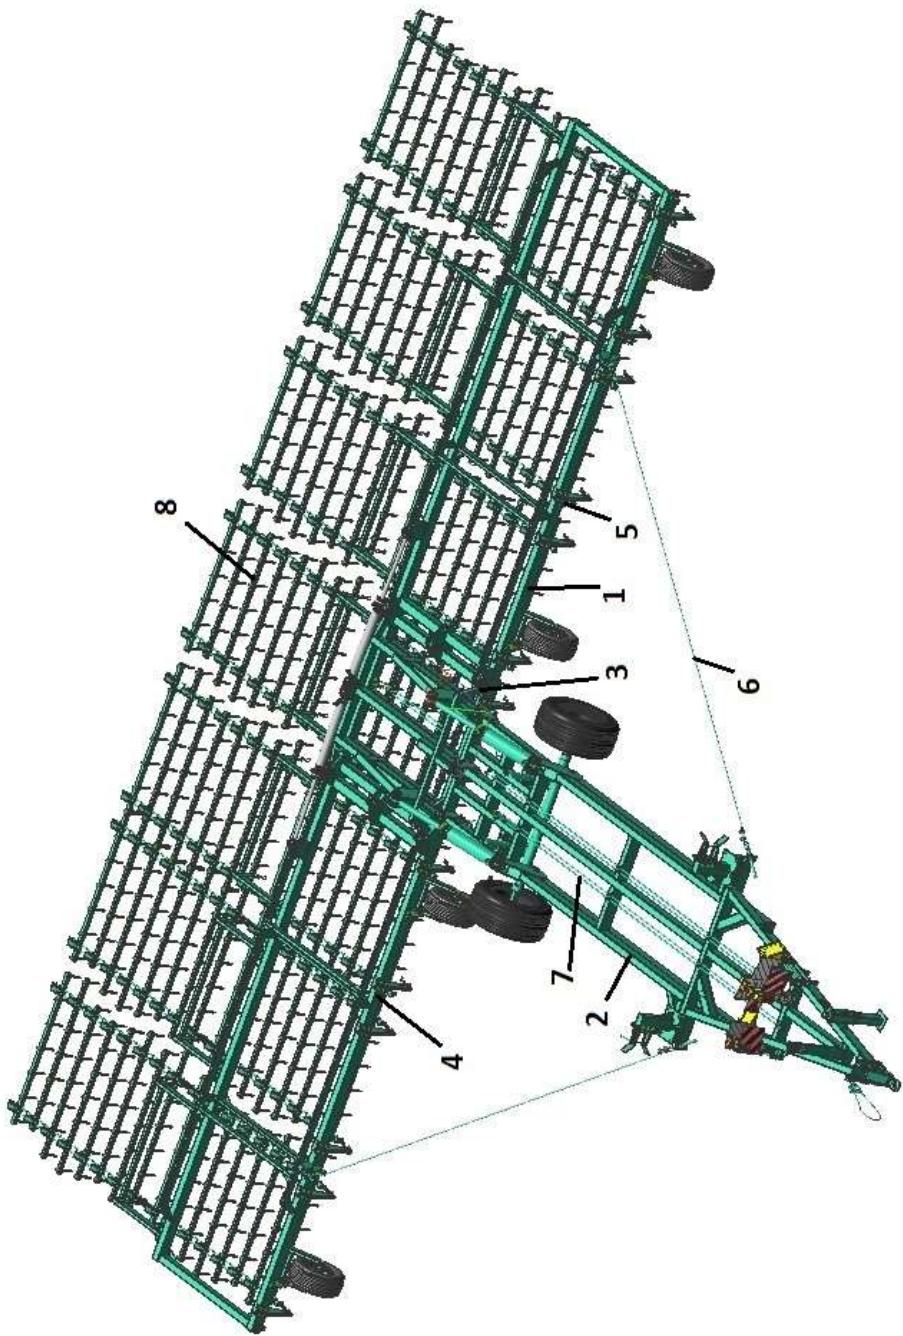

Рисунок 1 – Общий вид бороны в рабочем положении
3.1 Борона БЗШ (рис. 1) представляет собой полуприцепную машину, состоящую из: рабочей части 1, транспортной тележки 2, растяжек крыльев 6, гидросистемы 7. Общий вид бороны в транспортном положении показан на рисунке 2.
- установить растяжки крыльев (рис. 1) и отрегулировать их